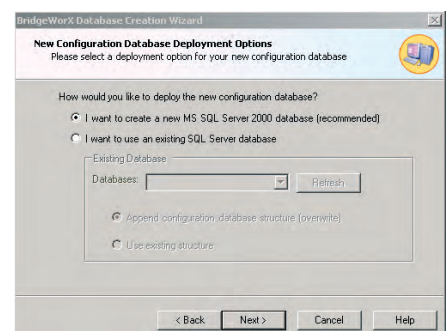

Рис. 20. Создание новой конфигурационной базы данных
9. Мастер настройки позволяет как создать новую базу данных в формате SQL Server, так и добавить конфигурацию BridgeWorX в уже существующую базу. Выберите пункт **I want to create a new MS SQL Server database** (Я хочу создать новую базу данных SQL Server), как показано на рис. 20. Отметьте пункт **Include samples in configuration database** (Включить примеры в конфигурационную базу данных) и нажмите кнопку **Next** (Далее).